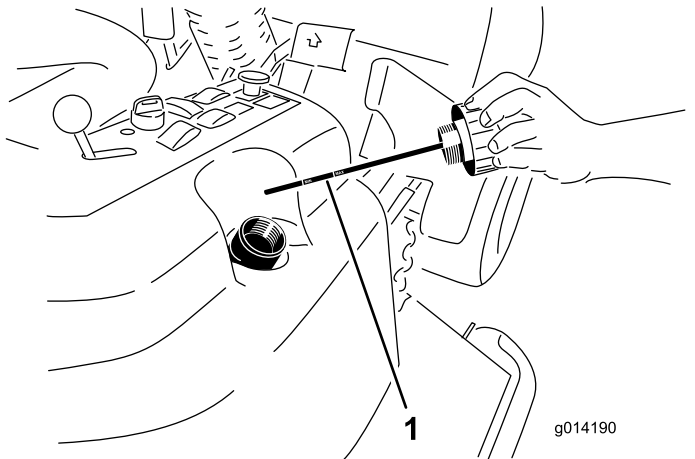

図 50
- もう一度首まで完全にねじ込んでから抜き、オイルの量を点検する 図 50。